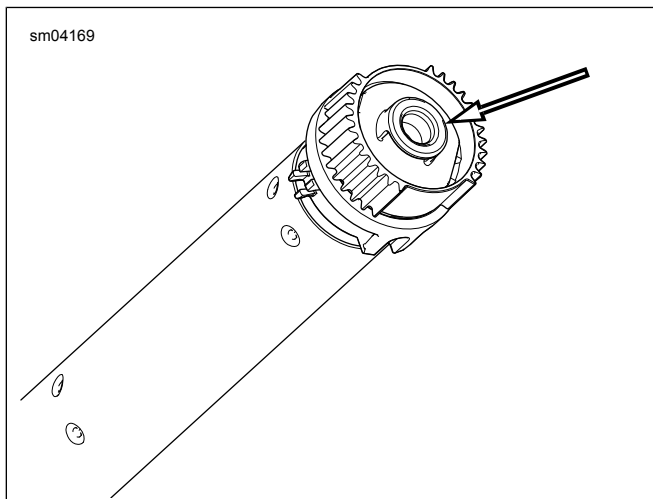

Figure 4. Retrait du bouchon d'étanchéité
- Consultez Figure 4 . Insérez un petit tournevis ou un autre outil à lame plate dans la zone plate sur un côté du bouchon d'étanchéité.